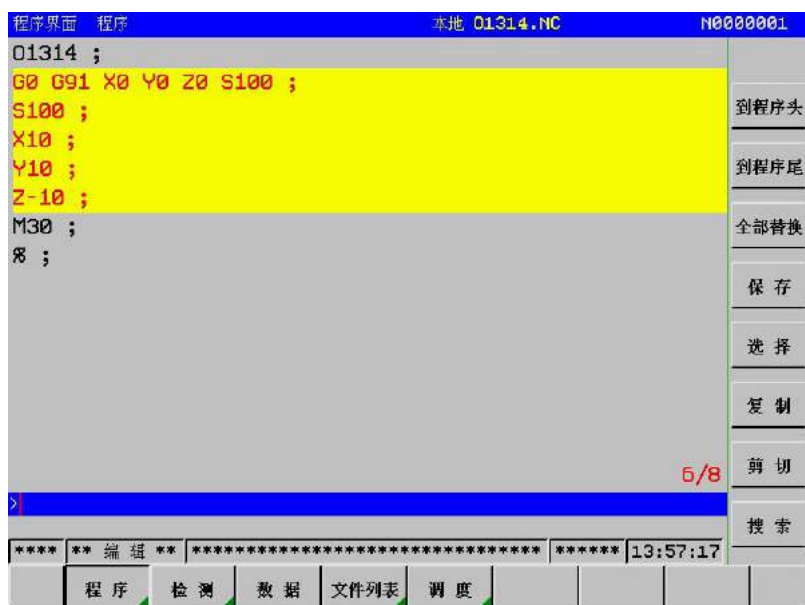

图3-2-28
- (3) 按子软键 **选择**，再按  键或  翻页键，移动至最终复制程序行（见图 3-2-28）。